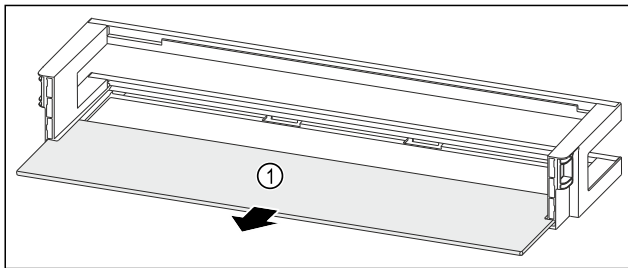

Fig. 247 Лотки на дверцятах з полицею
- ▶ Дістаньте полицю Fig. 247 (1).